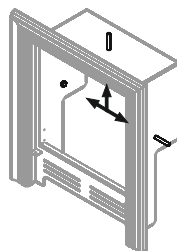

Рисунок 5. Топливный канал с дюбелями крепления.
2. Установить топливный канал в проем со стороны предбанника. Топливный канал закрепляется изнутри тремя анкерными болтами М8×60 к стене (см. рисунок 5).